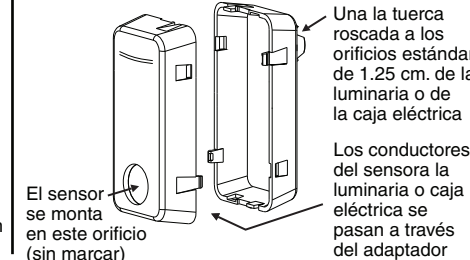

Figura 2B
NOTA DEL ADAPTADOR: Para luminarias de cuerpo profundo o para aclarar otras obstrucciones use el Adaptador OSFOA-00W de Leviton (**vea Figura 2A**). El adaptador está diseñado para proveer múltiples posiciones de montaje y altura para colocar el sensor en una posición óptima (**vea Figura 2B**). Se provee una tuerca roscada que sujeta el adaptador en su lugar mientras aprieta la contratuerca de fijación proveída. Si necesita un adaptador vaya a sección **INSTALACION DEL ADAPTADOR**. El OSFLO es un adaptador de montaje alto de una posición con una instalación rápida a presión sin tuerca de seguridad (**ver Figura 2B**).
1. Coloque la mitad del cuerpo de Adaptador al final de la luminaria para determinar el agujero apropiado en el adaptador donde se va colocar el sensor para tener una cobertura óptima. La base del sensor debe estar a la altura o debajo del cuerpo de la luminaria (**vea Figura 2B**).